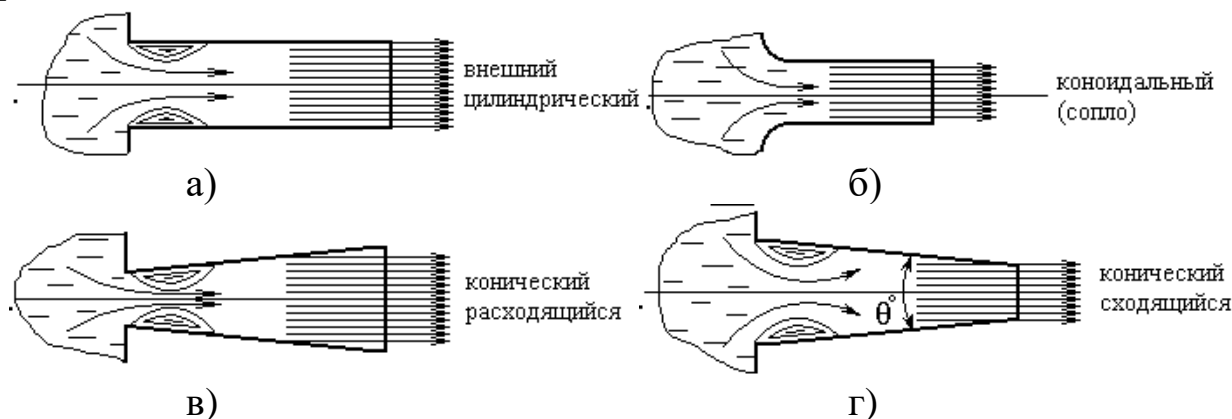

Рисунок 7.2 – Различные виды насадков.
**Внешний цилиндрический** насадок – это короткая трубка длиной  $l=(3...5) \cdot d$  без закругления кромки (рис. 7.2, а). Потери энергии при истечении через такой насадок примерно на 33 % больше, чем при истечении через отверстие в тонкой стенке.
**Коноидальный** насадок (сопло) – это насадок, форма которого соответствует сужению струи и обеспечивает безотрывность течения жидкости внутри насадка и параллельность слоев жидкости в выходном сечении (рис. 7.2, б). Такие насадки дают наибольший коэффициент расхода.
**Конический расходящийся** насадок (диффузор) – это насадок, у которого в области сжатия струи образуется наиболее глубокий вакуум (почти в два раза больше чем во внешнем цилиндрическом), что увеличивает подсасывание жидкости (рис. 7.2, в) и, следовательно через такой насадок
**Конический сходящийся** насадок (конфузор) – это насадок, у которого происходит дополнительное сжатие струи в выходном сечении и, следовательно, увеличение скорости (рис.7.2, г). применяется в том случае, когда нужно получить компактную и дальнобойную струю с большой кинетической энергией (например, в брансбойтах).